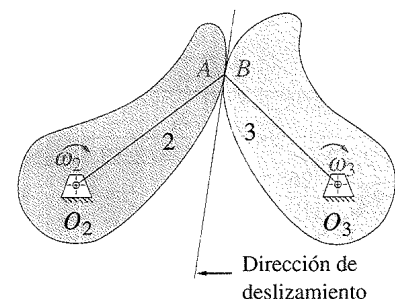

FIGURA P6-27 Problema 6-65 De P. H. Hill y W. P. Rule (1960) Mechanisms: Analysis and Design, con permiso
- *6-65 La figura P6-27 muestra un mecanismo de leva y seguidor. La distancia $O_2A = 1.89$ pulgadas y $O_3B = 1.645$ pulgadas. Encuentre las velocidades de los puntos A y B, la velocidad de transmisión, la velocidad de deslizamiento y ω_3 si $\omega_2 = 50$ rad/s. Use un método gráfico.